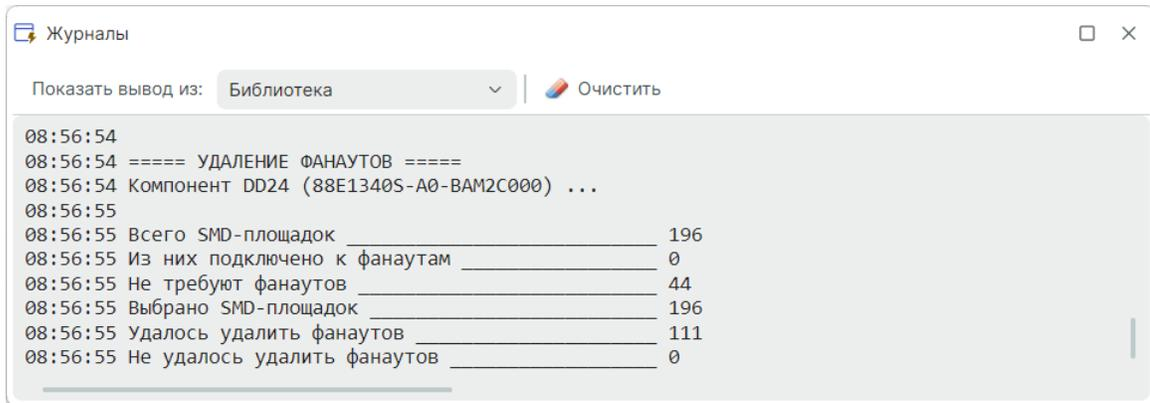

Рис. 317 Запись в журнале по результату операции удаления фанатов
3. Результат операции удаления фанатов будет отображен в панели «Журналы», см. Рис. 317.